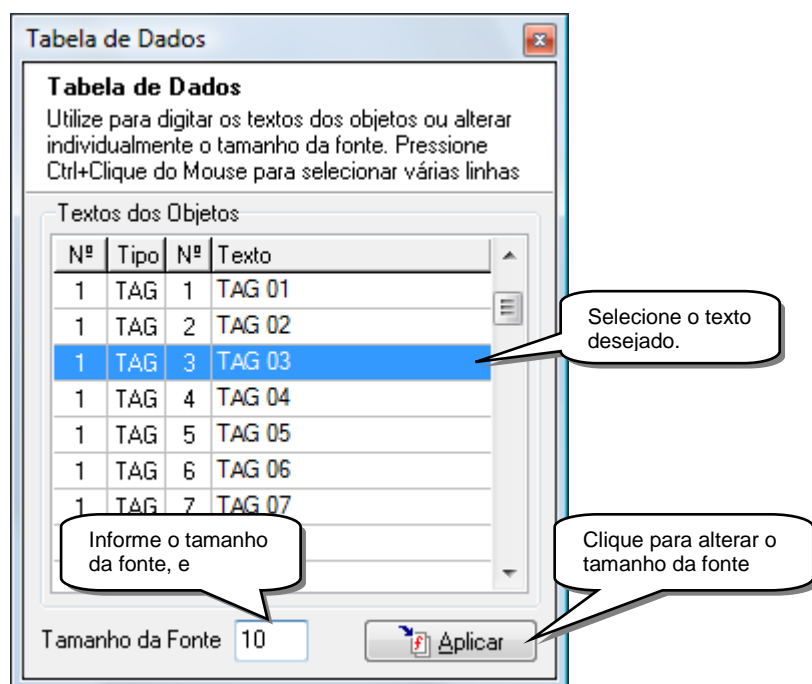

Figura 7.4.1
- Abrir a “Tabela de Dados” (figura 7.4.1) localizada no menu “Editor” opção “Tabela de Dados”. Veja mais informações sobre a tabela de dados no item “6.2.6 – Tabela de dados” do manual.